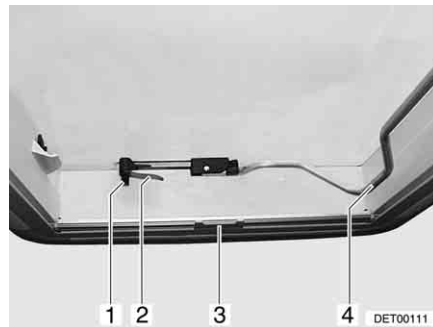
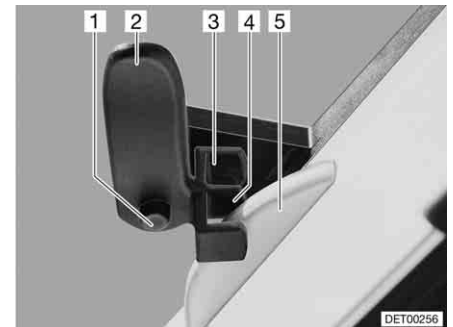

Fig. 57 Lanterneau Heki, fermé
Fig. 58 Lanterneau Heki en position de ventilation 1
- Appuyer sur le bouton de sûreté (Fig. 57,1) et tourner d'un quart de tour vers l'intérieur le levier de verrouillage (Fig. 57,2).
- Tirer l'étrier (Fig. 57,4) vers le bas, hors du dispositif de blocage.
- Tourner le levier de verrouillage (Fig. 57,2 et Fig. 58,2) d'un quart de tour. Le nez du dispositif de verrouillage du toit (Fig. 58,5) doit s'enclencher dans la fourche de verrouillage (Fig. 58,3).
- Enfoncer le bouton de sûreté (Fig. 58,1) et remettre le levier de verrouillage (Fig. 58,2) dans sa position initiale. Le nez du dispositif de verrouillage du toit (Fig. 58,5) doit s'enclencher dans la fourche de verrouillage (Fig. 58,4) inférieure.